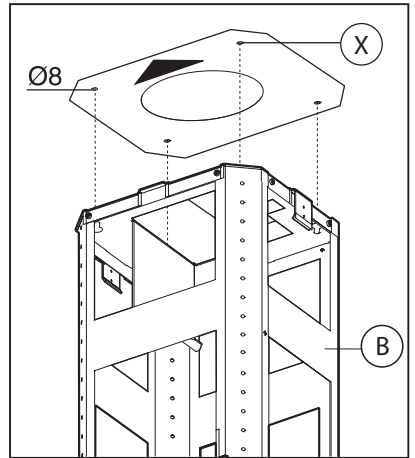

Fig.3
- Posizionare la dima di foratura sul soffitto facendo attenzione che la freccia sia posizionata nello stesso lato del comando dell'apparecchio (Fig.3). Effettuare i 4 fori Ø8 al soffitto ed avvitare 3 viti senza tirarle completamente facendo attenzione di non inserire la vite nel foro contrassegnato con una **X** sulla dima di foratura (le viti e tasselli ad espansione devono essere idonei al tipo di muro).